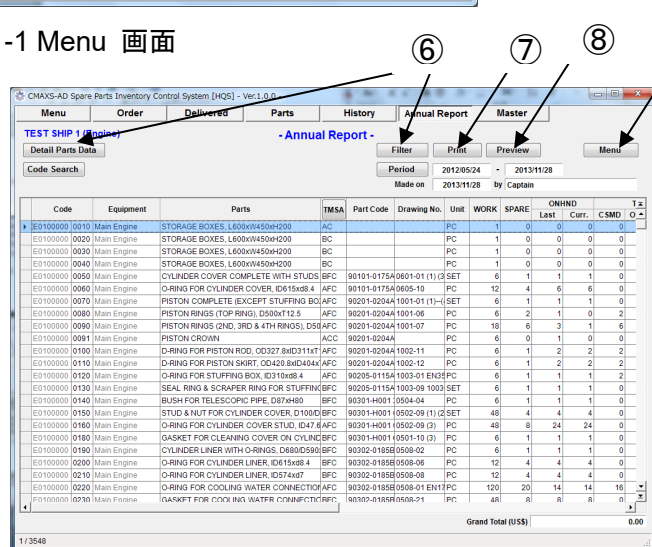

図 11-3 Annual Report 画面
- (5) "Annual Report 画面"(図 11-3)が表示されます。画面中にマスターデータに登録されている全部品が表示されます。
- (6) 部品検索には"Code Search"機能または"Filter"機能をご使用ください。(18 章参照)
- (7) [Print]を選択し抽出された部品リストを印刷してください。
- (8) 印刷画面を確認したい場合は[Preview]を選択してください。
- (9) [Menu]を選択すると"Menu 画面"に戻ります。